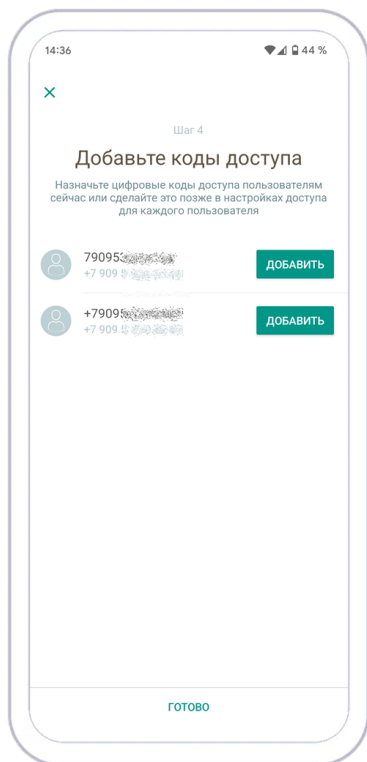

Рисунок 5.4 — Экран назначения кодов пользователям
4. При связывании клавиатуры с хабом вы можете сразу назначить пользователям объекта персональные коды. Для этого выберите пользователя из списка на экране и коснитесь кнопки *Добавить* (см. рисунок 5.4).